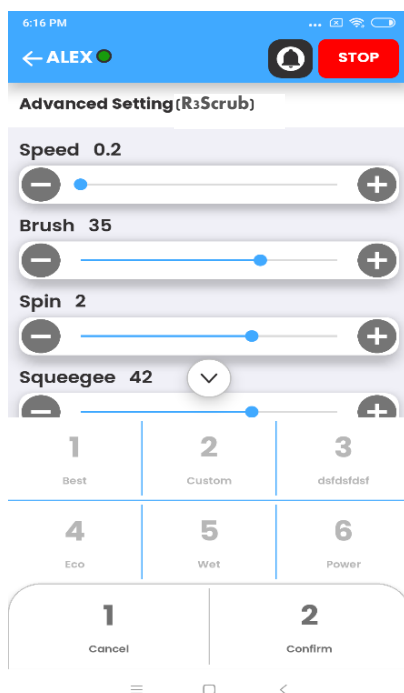
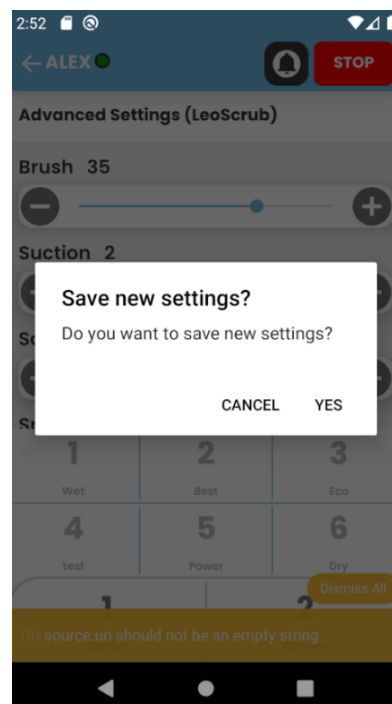

Fig. 7
Fig. 9
7. Om de reinigingsinstellingen te wijzigen, klikt u op de knop 'Instellingen' om de pagina met geavanceerde reinigingsinstellingen te openen. Pas de waarden van de verschillende reinigingsparameters (borsteldruk, waterdebiet, zuigmondndruk, zuigkracht, borstelsnelheid, robotsnelheid en overlap reinigingspad) naar wens aan (Fig. 7 & 8) en sla de instellingen op (Fig. 9).